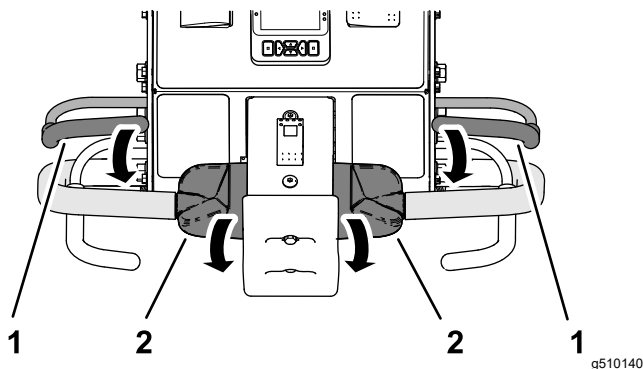

Figura 33
2. Sujete cualquiera de las barras de control de presencia del operador contra el manillar y gire hacia adelante la parte superior del control de tracción (Figura 33).